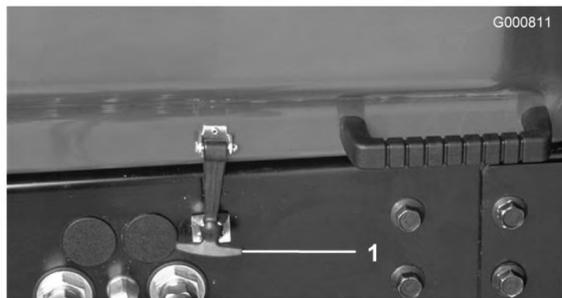

Figura 30
1. Parcheggiate la macchina su terreno pianeggiante. Rilasciate il fermo e aprite il cofano (Figura 30).